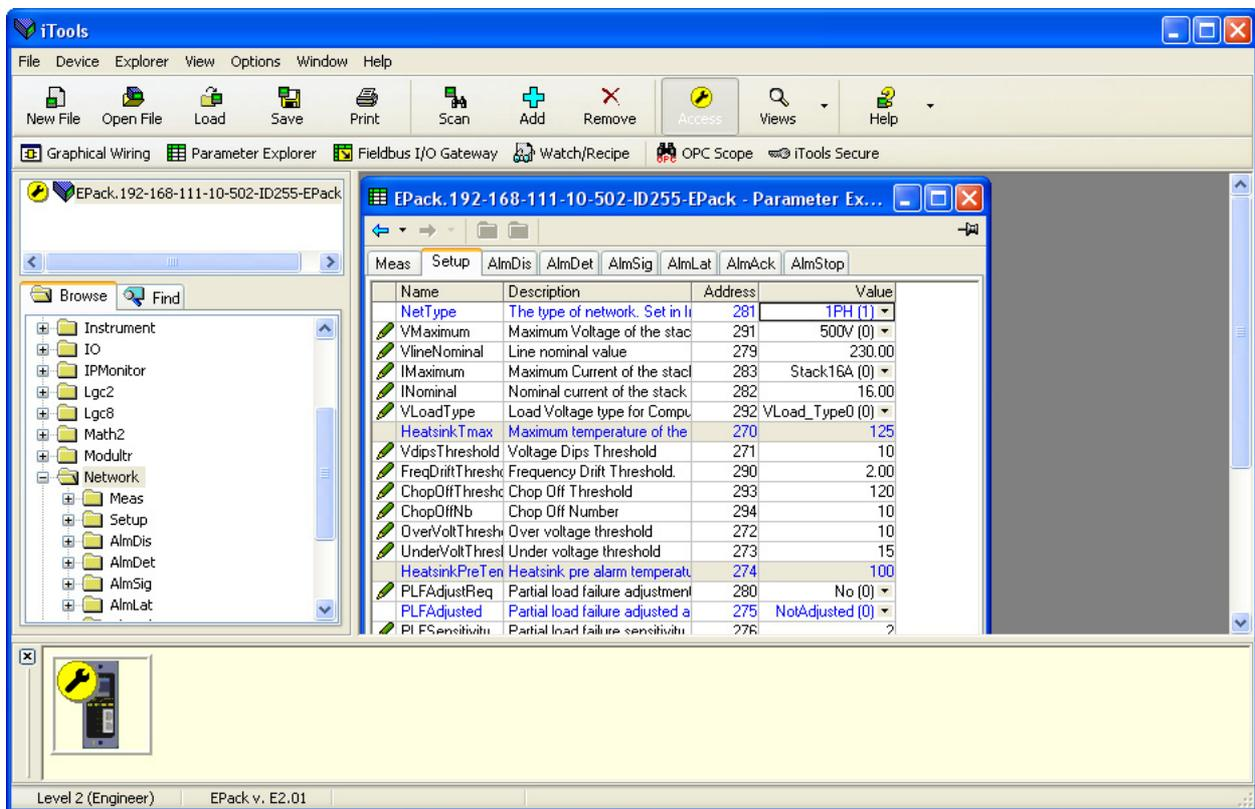
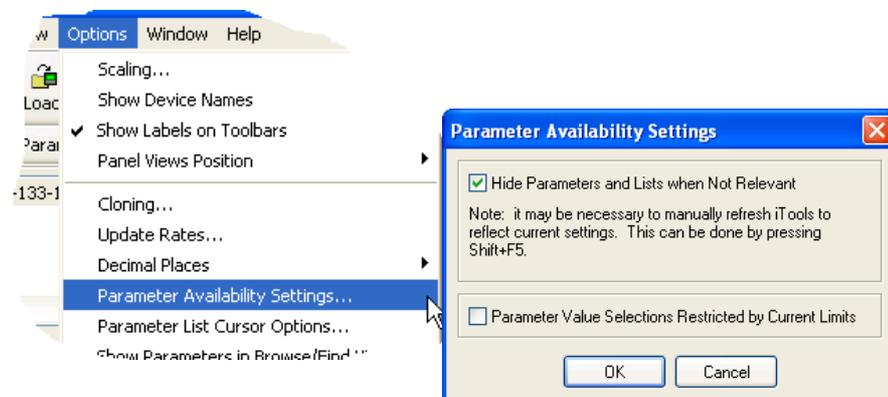

Abbildung 136 Beispiel für eine Parametertabelle
Abbildung 139 Parameter ein-/ausblenden
In jedem Fall erscheinen die Funktionsblockparameter im iTools Fenster in Tabellenform, wie im Beispiel in Abbildung 136 dargestellt.
1. Parameter in blau können nicht bearbeitet werden (schreibgeschützt). Im obigen Beispiel sind alle Parameter schreibgeschützt. Schwarz dargestellte Parameter mit „Bleistift“-Symbol in der linken Tabellenspalte („Lese-/Schreibrechte“) können Sie verändern (Lesen/Schreiben). Eine Reihe solcher Einträge ist in Abbildung 136 oben dargestellt.
2. Spalten. Das Standardfenster des Explorers (Abbildung 136) enthält die Spalten „Name“, „Description“ (Beschreibung), „Address“ (Adresse) und „Value“ (Wert). Wie aus Abbildung 139 oben ersichtlich, können die anzuzeigenden Spalten in gewissem Maße ausgewählt werden; dazu dient entweder das Explorer-Menü oder das Kontextmenü. Für das obige Beispiel wurden die „Grenzen“ aktiviert.
3. Ausgeblendete Parameter. In der Voreinstellung blendet iTools Parameter aus, die im aktuellen Kontext nicht relevant sind. Solche ausgeblendeten Parameter können in der Tabelle über die Einstellung „Parameter availability“ (Parameterverfügbarkeit) im Optionsmenü einblendend werden (Abbildung 139). Derartige Objekte werden mit einem schattierten Hintergrund angezeigt.